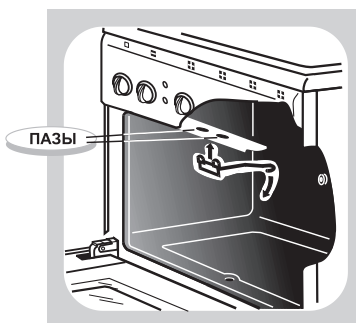

Рис. 10
- Установите крючок, для чего вставьте «усы» крючка в пазы верхней полки проема духовки и опустите крючок вниз (рис.10, 11).